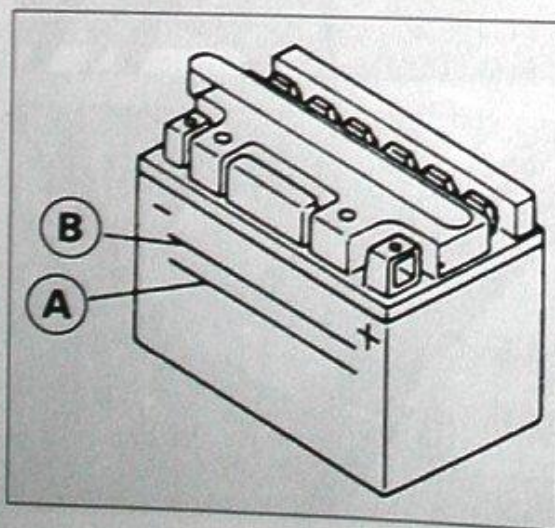

Bild 71
- ⚠ Vor Laden sicherstellen, dass Säurepegel bis über MIN-Markierung reicht (Bild 71). Gegebenenfalls destilliertes Wasser (keine Säure!) nachfüllen.